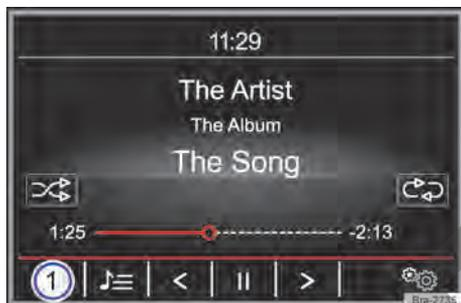

Fig. 126 Menú principal MEDIA.
- Tocar en la superficie de función → **fig. 126 ①** y seleccionar **audio BT**.